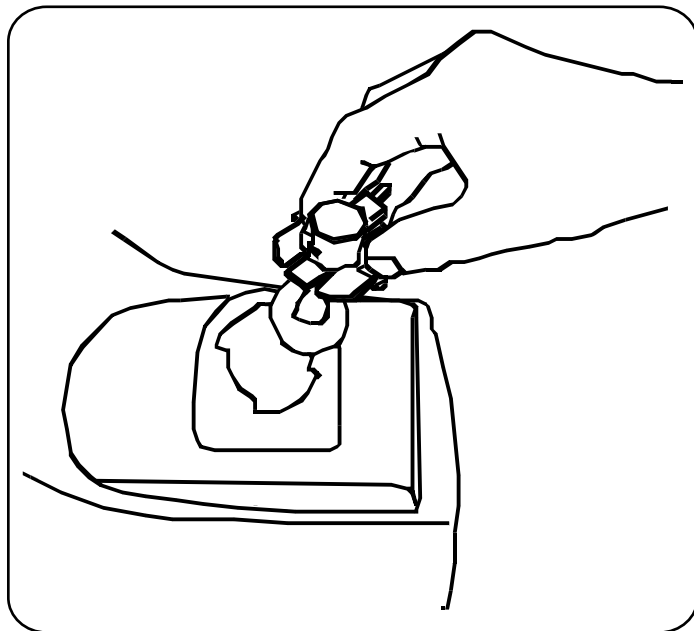

Figura 18
3. Gire la boquilla conectora aproximadamente un ¼ de vuelta para alinear lengüeta con la muesca de la caja del reflector; luego retire el foco y la boquilla conectora de la caja del reflector. Consulte la Figura 18.
5. Alinee un poste de bloqueo del foco con la muesca de la boquilla, luego empuje el foco hacia adentro y gire hacia la derecha para bloquear. Consulte la Figura 18.